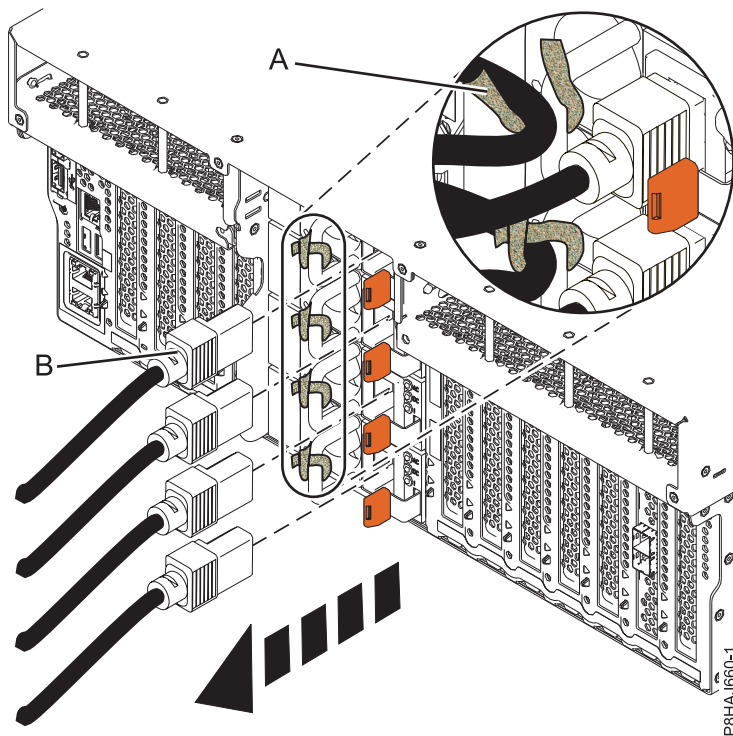
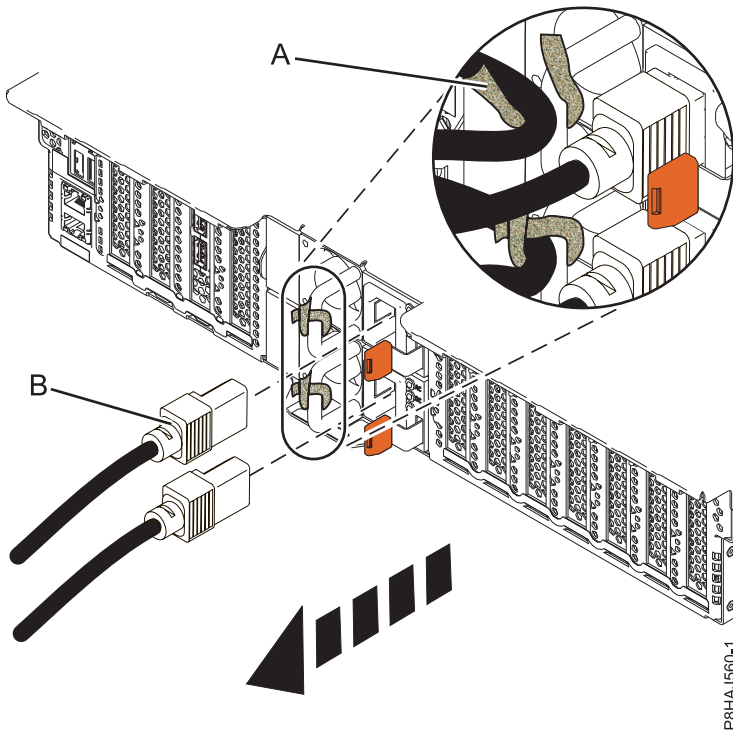
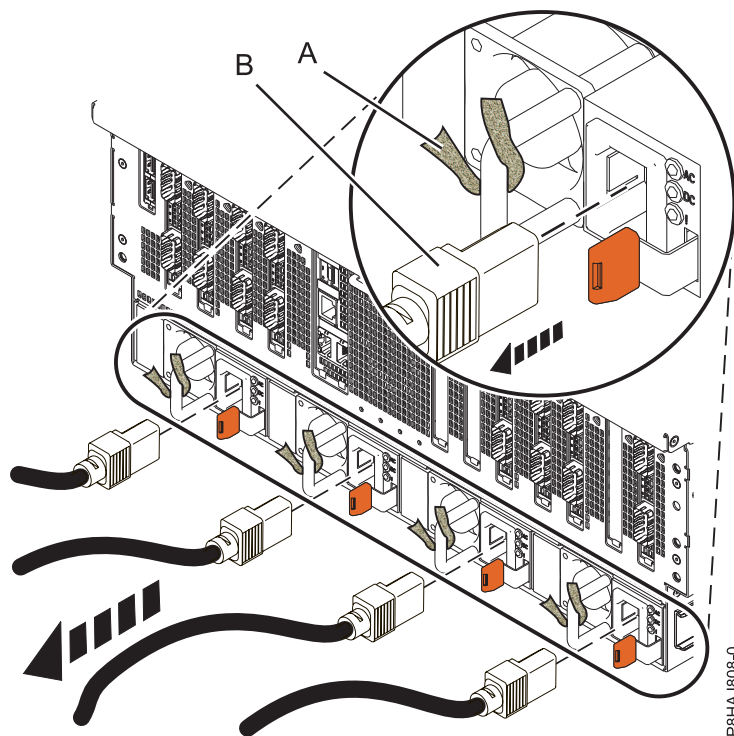

Abbildung 41. Netzkabel von einem System vom Typ 8247-42L, 8286-41A oder 8286-42A abziehen
Abbildung 42. Netzkabel von einem System vom Typ 5148-21L, 5148-22L, 8247-21L, 8247-22L, 8284-21A oder 8284-22A abziehen
Abbildung 43. Netzkabel von einem System vom Typ 8408-44E oder 8408-E8E abziehen
3. Trennen Sie die Netzkabel (**B**) von der Systemeinheit. Siehe Abb. 41 auf Seite 56, Abb. 42 auf Seite 56 oder Abb. 43 auf Seite 57 (je nach Systemtyp).